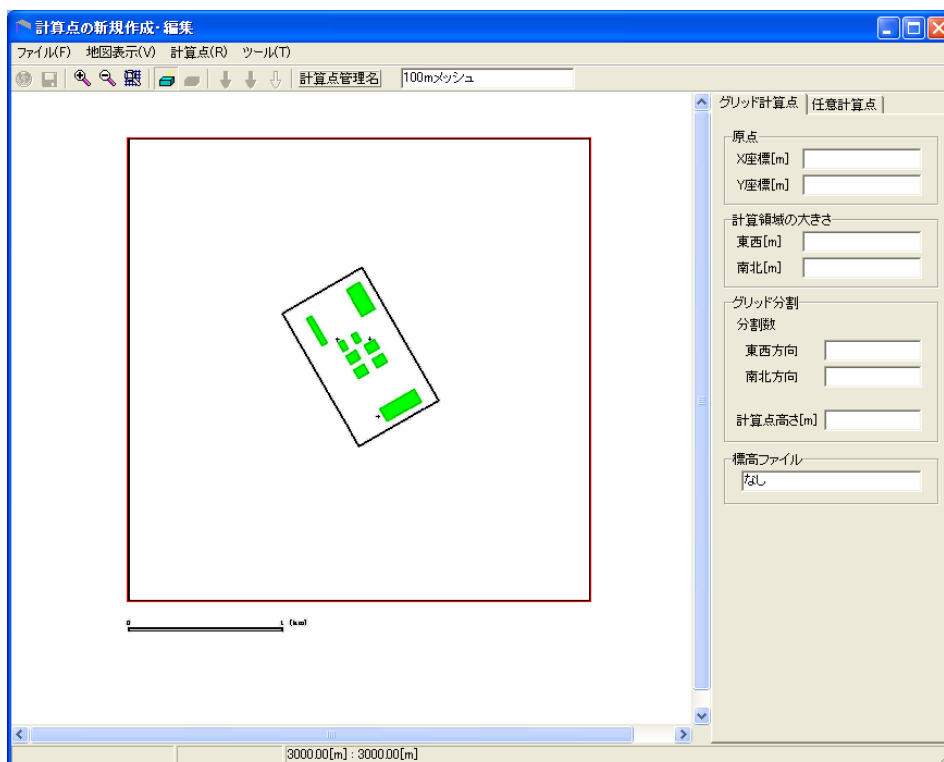

図 6.5-28 計算点の登録 (1)
- 3)  (青) を押して、計算原点にカーソルを置いてクリックし、計算領域の対角線上の点までドラッグします。指定した領域が四角枠(赤)で囲まれ、四角枠が計算領域となります。地図全体を計算領域にしたい場合は、地図全体を指定します (図 6.5-28)。